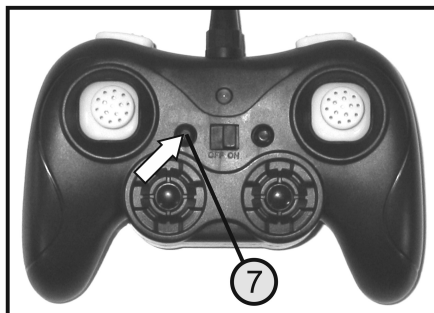

Figure 12
Si les rotors subissent un choc et sont bloqués ou que le modèle bascule, coupez immédiatement les moteurs des rotors. Pour ce faire, maintenez le bouton de décollage, atterrissage et arrêt moteur (voir également figure 12, pos. 7) enfoncé jusqu'à ce que les moteurs s'arrêtent.